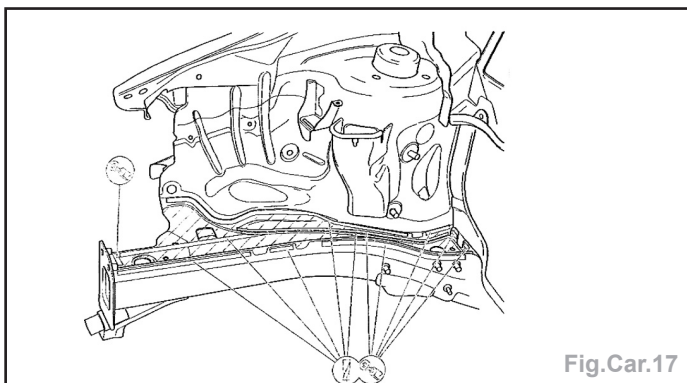

Fig.Car.17
- Fraiser et meuler les points de soudures électrique (Fig.Car.17).